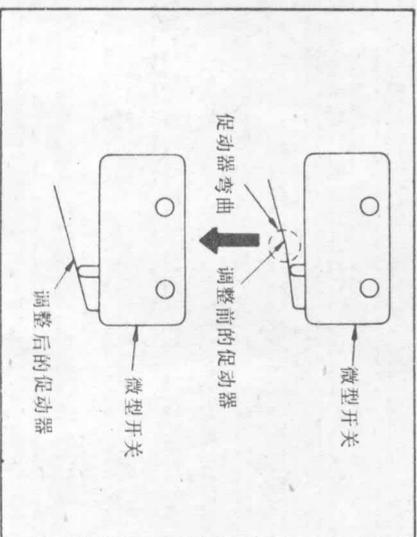

图 36 促动器调整
- 1) 插入 $\phi 1.2$ 销时, 若该开关未松开, 则应拧开小螺钉①并按箭头所示方向稍微移动, 以便进行调整。
- 2) 插入 $\phi 0.6$ 销后, 接通该开关时, 该开关促动器会弯曲, 如图 36 所示。检查调整结果。